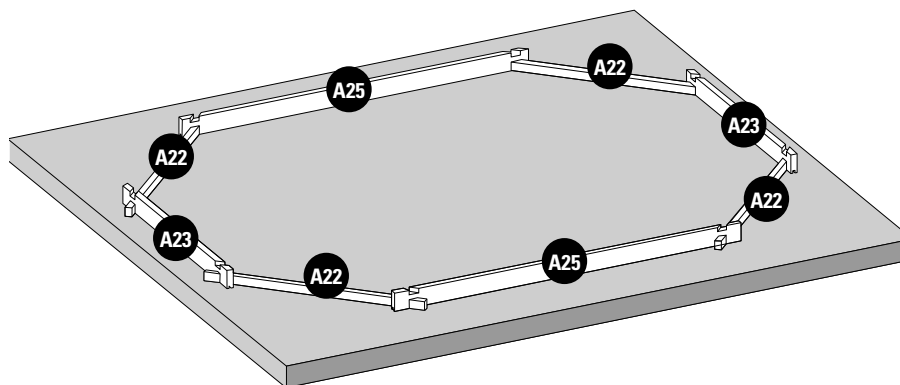

Fig. 1 / Abb. 1 / Afb. 1
**INSTALLATION OF THE FIRST LAYER OF BOARDS:** • Build the first layer placing boards (A22), (A23) and (A25) as shown by figure 1. • Adjust the shape of the pool using the inside dimensions indicated in the installation diagram (see page 46/48). • The drawing shows the inside dimensions of the pool for the different opposing diagonals. After having installed the first layer, you should check the inside dimensions of the pool.
**POSITIONNEMENT DE LA 1ÈRE RANGÉE DE MADRIERS :** • Constituez la première rangée, en disposant les madriers (A22), (A23) et (A25) comme indiqué sur la figure 1. • Ajustez la forme de la piscine en vous aidant des dimensions intérieures indiquées sur le plan d’implantation (Voir page 46/48). • Le plan donne les dimensions intérieures du bassin pour les différentes diagonales opposées.
**POSITIONIERUNG DER ERSTEN REIHE VON BRETTERN:** • Errichten Sie die erste Reihe, indem Bretter (A22), (A23) und (A25) platzieren, wie Abb. 1 zeigt. • Passen Sie die Form des Pools an, indem Sie die angezeigten Innenmaße verwenden, die in der Einbauezeichnung (Siehe Seite 46/48) aufgeführt sind. • Die Zeichnung zeigt die Innenmaße des Pools für die verschiedenen gegenüberliegenden Diagonalen.
**PLAATSING VAN DE EERSTE RIJ PLANKEN:** • Construeer de eerste rij door het plaatsen van planken (A22), (A23) en (A25) zoals te zien is op afbeelding 1. • Plan de vorm van het zwembad aan waarbij u gebruik maakt van de interne afmetingen die zijn aangegeven op het montageplan (Zie pagina 46/48). • Het plan geeft interne afmetingen van het zwembad aan voor de verschillende tegenover elkaar liggende diagonale lijnen.